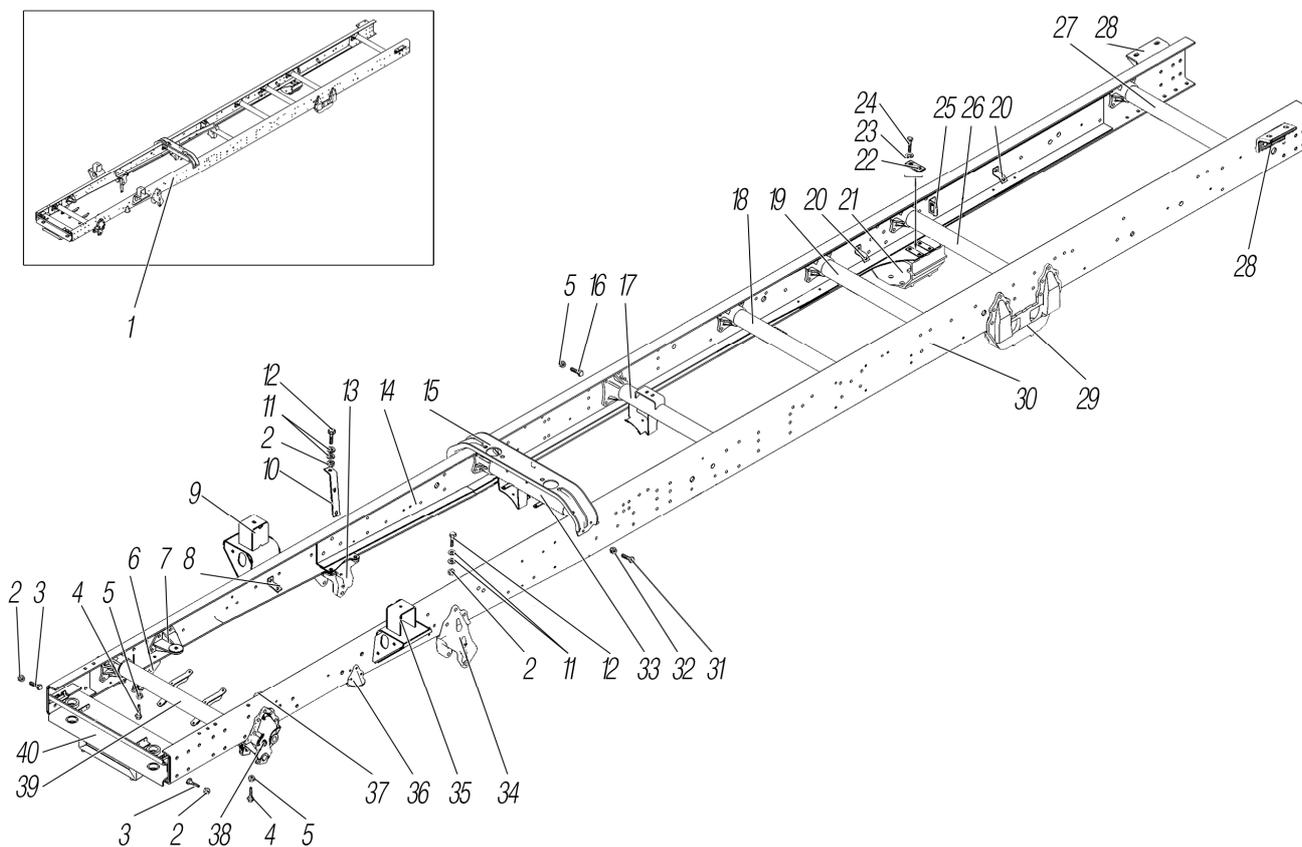

Рисунок 3.3
*¹ См. рисунок 3.3, 3.5
See figure 3.3, 3.5
*¹ См. рисунок 3.3, 3.4
See figure 3.3, 3.4